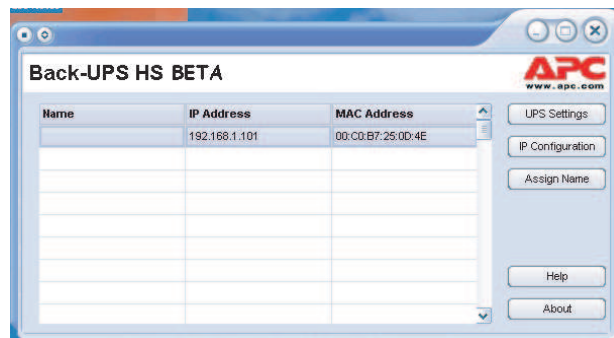

Рисунок 8. Окно IP- и MAC-адресов ПО Back-UPS HS
10. Для того чтобы присвоить устройству Back-UPS имя, нажмите кнопку **Assign Name (Присвоить имя)** и введите его в соответствующем диалоговом окне (Рис. 8). Присвоенное имя появится в левой от IP-адреса колонке (Рис. 11). При этом имена не должны повторяться.